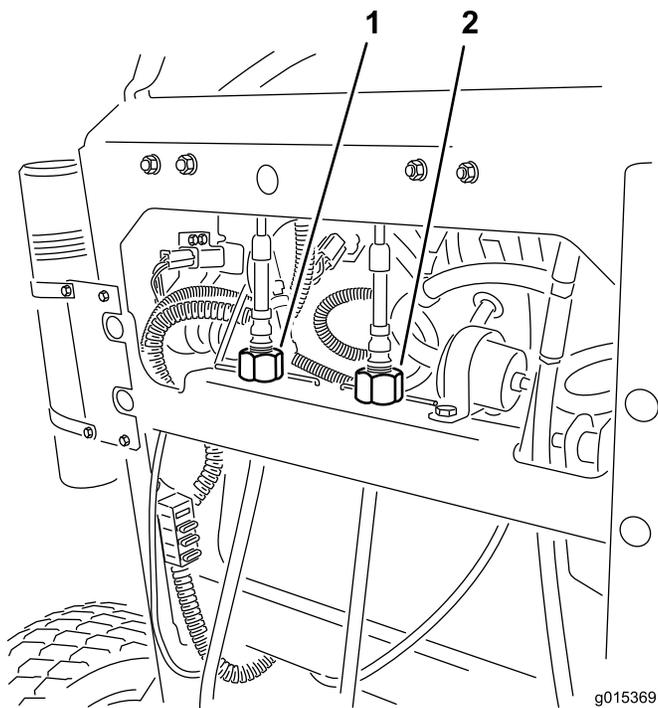

図 55
4. 右ケーブル調整器を回して、右側コントロールレバーがコントロールパネルのニュートラルロックスロットの中央にくるようにする (図 55)。